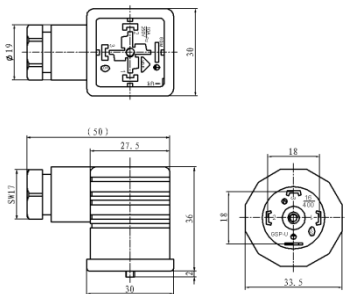
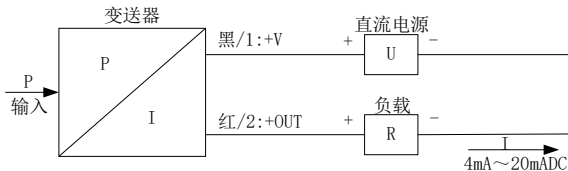

图 5
图 6 两线制 4mA~20mA DC 输出的变送器电气连接
接插件连接式的插脚排列见图 5，插脚的端子定义见表 1。
4.2 变送器接线时，应根据变送器的输出方式按照上述电气定义，参照图 5、图 6 所示的电气连接方法进行连接。